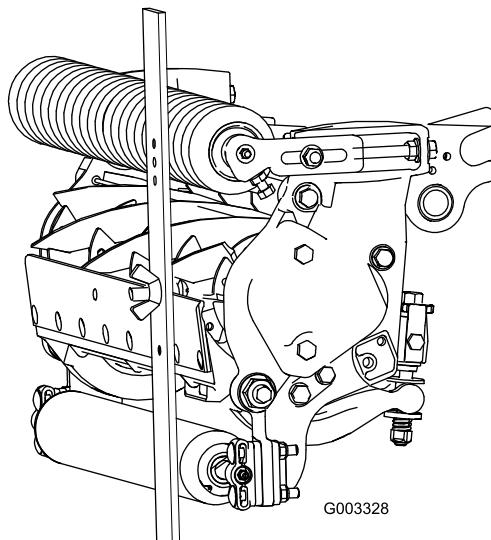

Figura 23
- Prenda a cabeça do parafuso à extremidade cortante da lâmina de corte e apoie a extremidade traseira da barra no rolo traseiro (Figura 23).
- Rode o parafuso de ajuste até que o rolo entre em contacto com a dianteira da barra indicadora (Figura 23). Ajuste ambas as extremidades do rolo até que todo o rolo esteja paralelo à lâmina de corte.